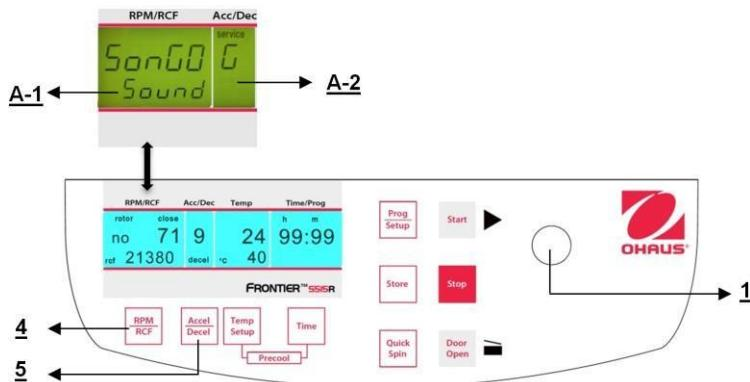

Figura 37
Proceda como se describe en el punto 4.1.1 para ingresar en este modo de programa y luego presione el botón "Accel/Decel" (5). En la pantalla "Acc/Dec" (A-2) destella la palabra "Service". Ahora seleccione la letra "G" con la perilla de ajuste (1). Como resultado, en la pantalla "RPM | RCF" (A-1) aparece la palabra "SonGo/Sound". Después de presionar el botón "RPM | RCF" (4), puede seleccionar una melodía con la perilla de ajuste (1). (Vea la Figura 37.)